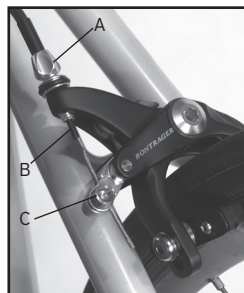

Figura 7: guías del cable
Si es necesario, utilice una sonda afilada para abrir el extremo de la badana de revestimiento para eliminar la fricción del cable. Cuando haya terminado, instale los extremos del revestimiento. Los extremos del revestimiento son especiales y tienen una extensión pensada para dirigir el cable a través del regulador del freno (Figura 7).
5. Ajuste el cable al freno y apriete los pernos de sujeción del cable (Figura 7) a 5.7-7.9 N m.